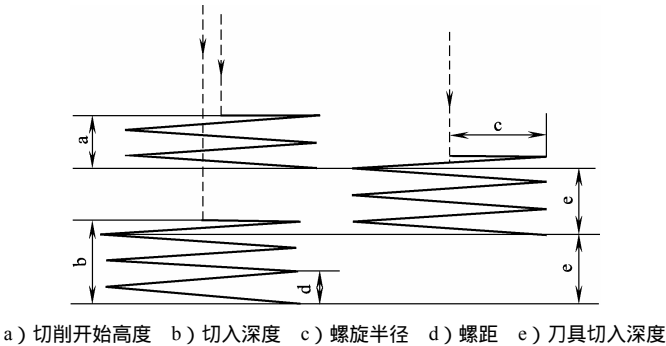

图 7-30 两种不同的切入切出方式
(2) 螺旋 即在 Z 方向以螺旋状切入。激活螺旋接近方式后，可以输入螺旋半径 R 和螺距 P，各参数如图 7-30 所示。